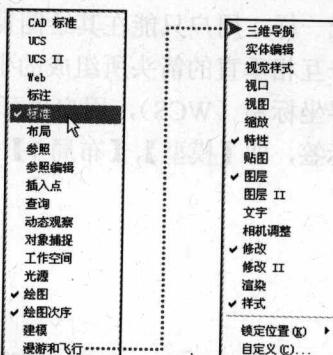

图 1-14 显示或隐藏的工具栏
- 要显示或关闭工具栏，用鼠标右键单击任意工具栏，然后在弹出的快捷菜单中选中或取消选中相应的工具栏即可，如图 1-14 所示。